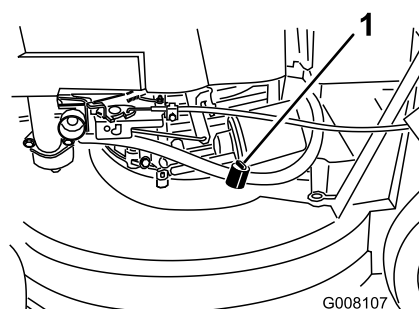

Figura 13
2. Abra la válvula de combustible (Figura 13)